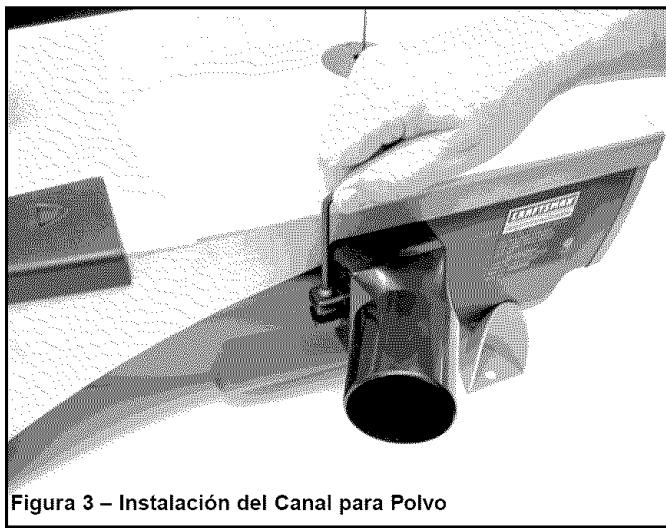

Figura 3 – Instalación del Canal para Polvo
- Deslice el canal para polvo sobre el alojamiento del ventilador. Fíjelo en posición con el tornillo (véase la Figura 3).